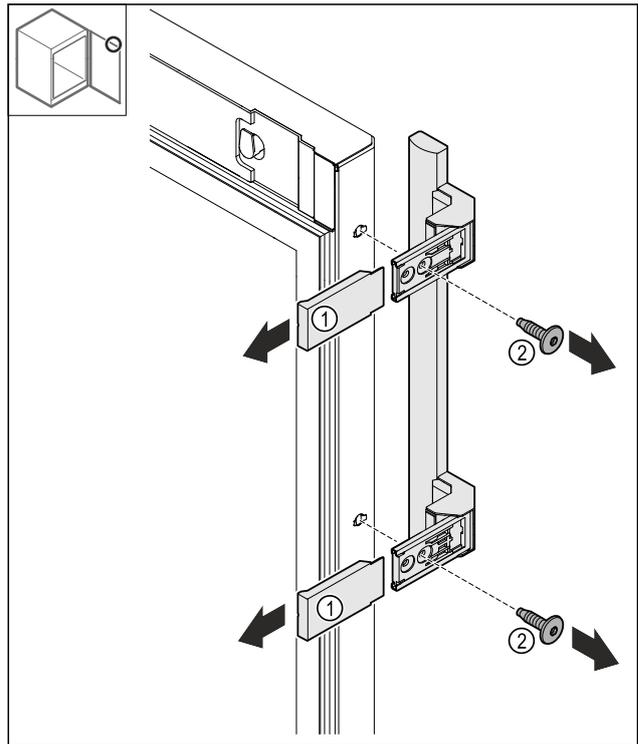

Fig. 25
- Noņemiet pārsegus Fig. 25 (1).
- Atskrūvējiet skrūves Fig. 25 (2).